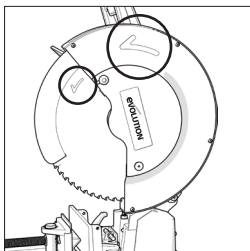

Fig. 6
- Instale la hoja sobre el borde interior de la hoja y el eje, asegurándose de que la dirección de rotación de la flecha de la hoja coincide con la dirección de la rotación de la flecha en la protección superior de la hoja de la máquina. **(Fig. 6)**